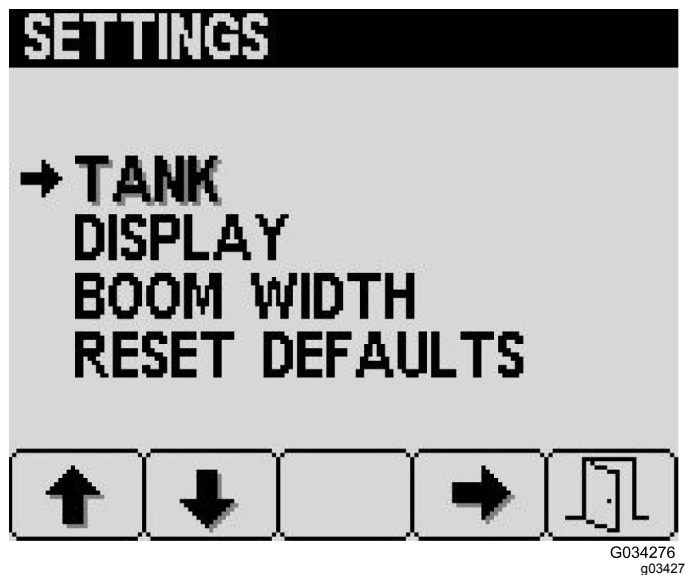

図 25
1. 設定 Settings画面でボタン2を何度か押してタンク Tankへ移動し、ボタン4でそれを選択する 図 25。